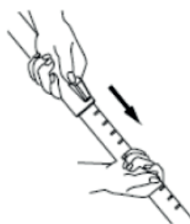

рис. 3
- Отрегулируйте на телескопической трубке удобную длину (Рис. 3)